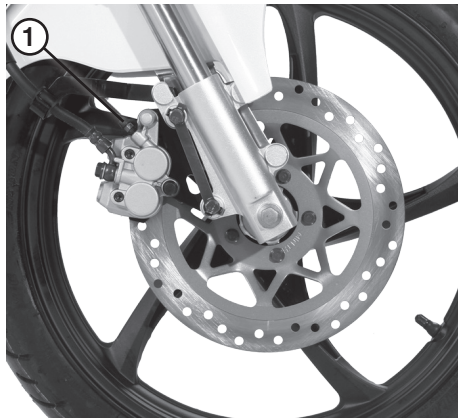

Рис. 13 Дисковый тормоз переднего колеса
- снимите колпачок с клапана выпуска воздуха (рис.13 поз.1); на штуцер клапана наденьте резиновую трубку, другой конец которой погрузите в емкость с небольшим количеством тормозной жидкости